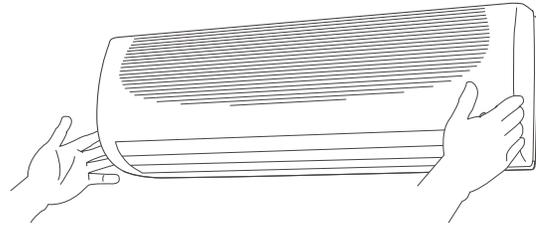

Fig. 6 — Dépose de l'insert de la grille
2. Enlever la face avant de l'appareil en soulevant sa partie inférieure et en tirant doucement vers l'extérieur et vers le haut. Voir la Figure 6.